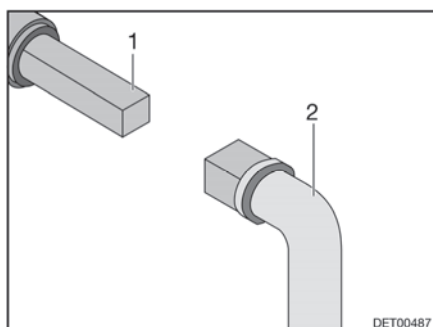

Bild 77 Handhavande avloppsventil
- Sätt nyckeln (Bild 77,2) mot fyrkanten (Bild 77,1).